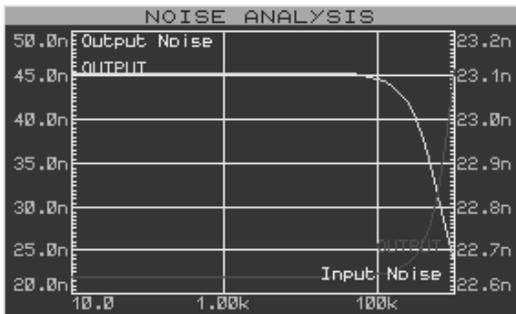

图 1-3 741 放大电路的噪声分析
- 噪声分析：显示随频率变化的输出噪声和等效输入噪声电压，并列出了电路各部分所产生的噪声电压清单。741 放大电路的噪声分析如图 1-3 所示。